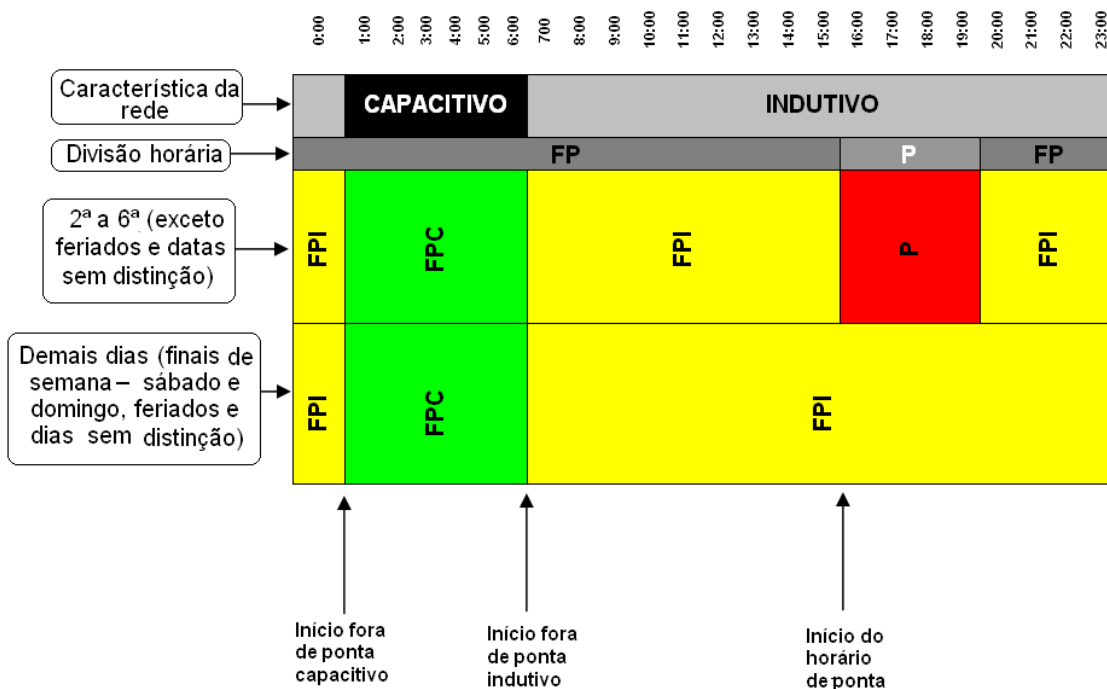

Figura 2 – Divisão dos horários
- O dia é dividido em três períodos: ponta (P) – fora de ponta indutivo (FPI) – fora de ponta capacitivo (FPC), conforme exemplificado na figura 2;